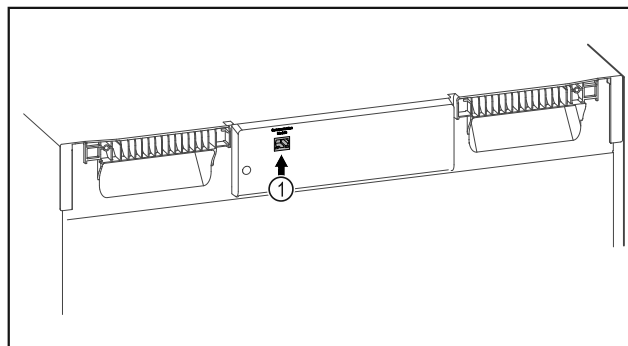

Fig. 95
- ☐ Je používán SmartModule Fig. 95 (1).